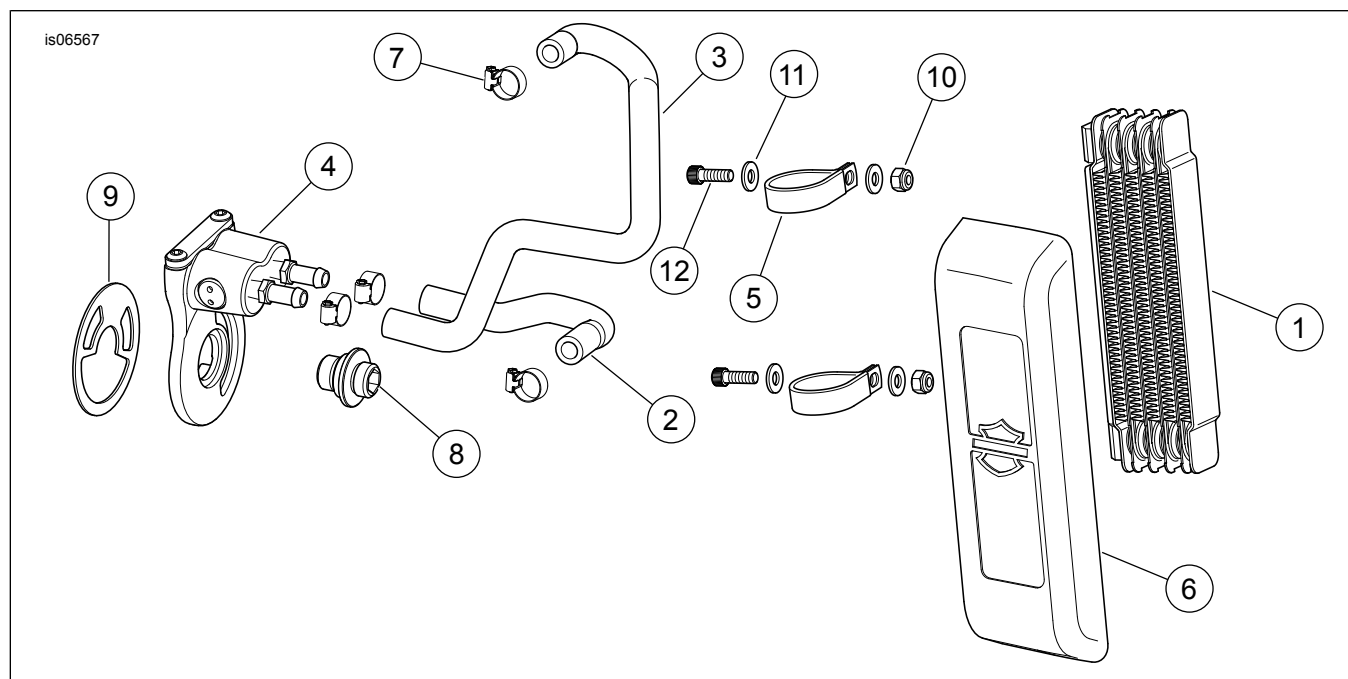

Figure 4. Pièces de rechange : Refroidisseur d'huile Dyna
Voir Figure 4 et Tableau 1.
4. Voir Figure 4. Installer le tuyau supérieur (3) sur la cannelure du refroidisseur d'huile. Serrer avec un collier de serrage de tuyau (7) à un couple de 0,9 N·m (8 in-lbs).
5. Installer le tuyau inférieur (2) sur la cannelure inférieure du refroidisseur d'huile. Serrer avec un collier de serrage de tuyau (7) à un couple de 0,9 N·m (8 in-lbs).